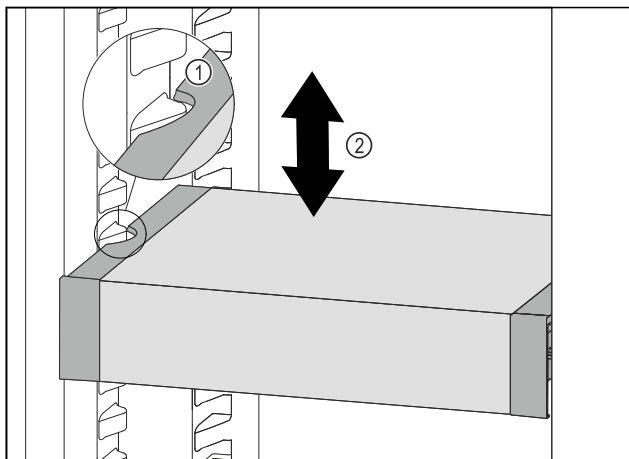

Fig. 243
- Táhněte VarioSafe dopředu, dokud nebudou boční vybrání VarioSafe na úrovni žebrování na nádoby v chladničce. Fig. 243 (1)
- Posouvejte VarioSafe v chladničce nahoru nebo dolů, dokud nedosáhnete požadované výšky. Fig. 243 (2)